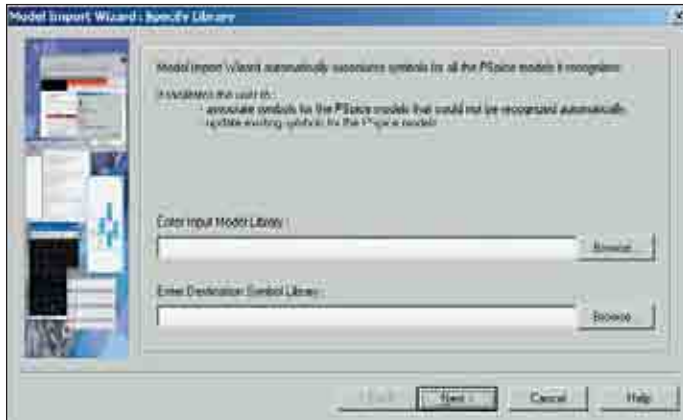

Рис. 17. Диалоговое окно Model Import Wizard
2. На странице мастера **Specify Library** определим путь к MYLIB.LIB (рис. 17).